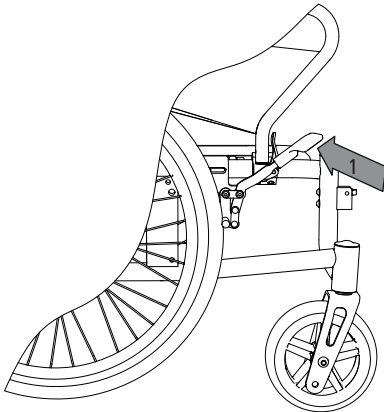

Abb. 20
2. Sie lösen die Feststellbremse durch zurückziehen des Hebels (1, Abb. 20).